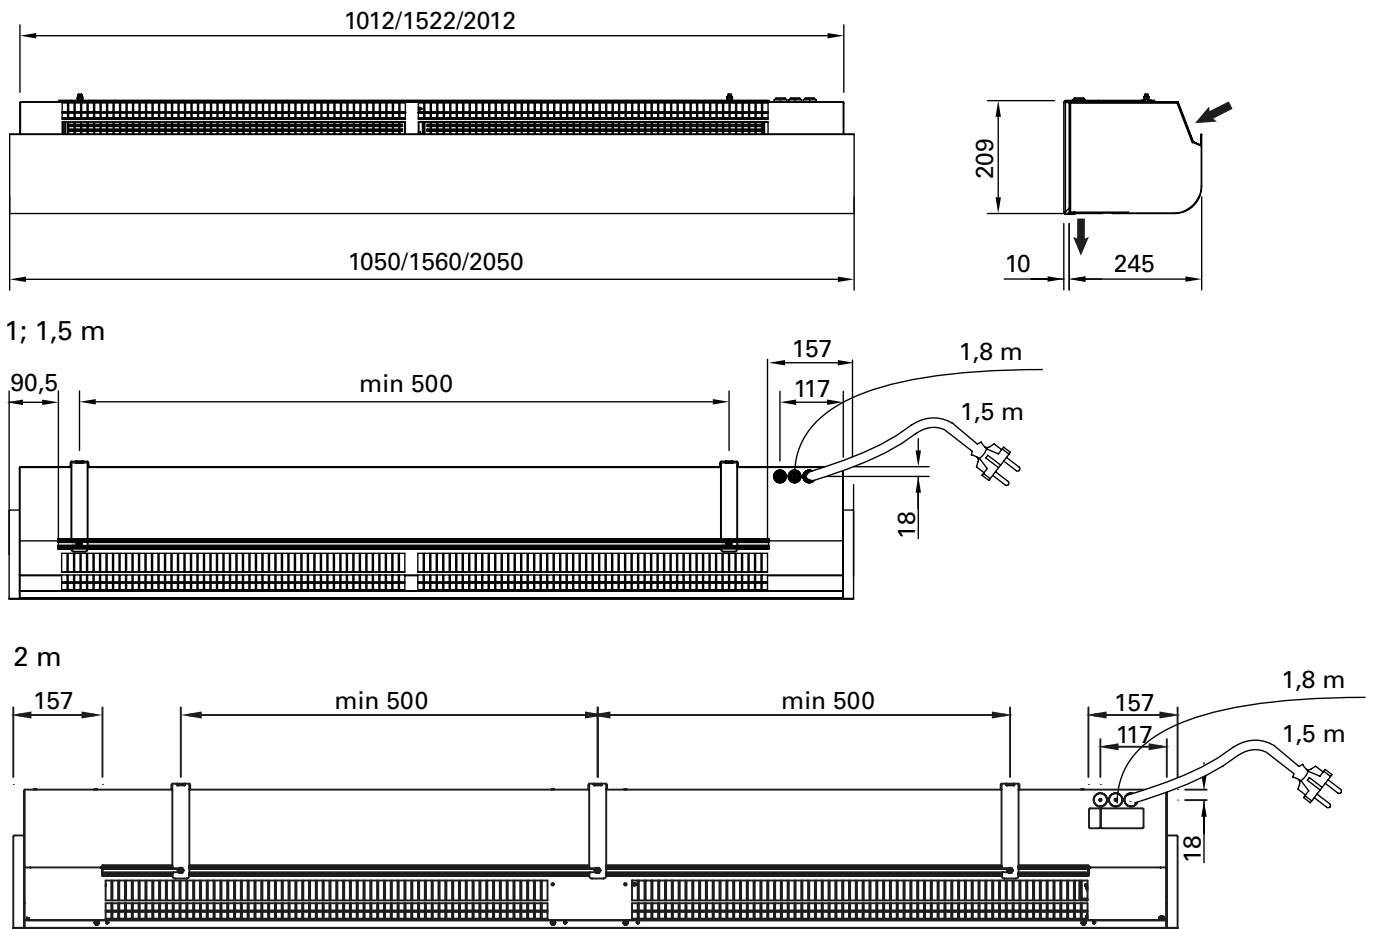

Fig. 1
1. Montieren Sie die Halterungen an der Wand, siehe Abb. 4A und Maßzeichnungen siehe Abb. 1. Wenn die Wand Unebenheiten aufweist, müssen die Halterungen entsprechend angepasst werden.